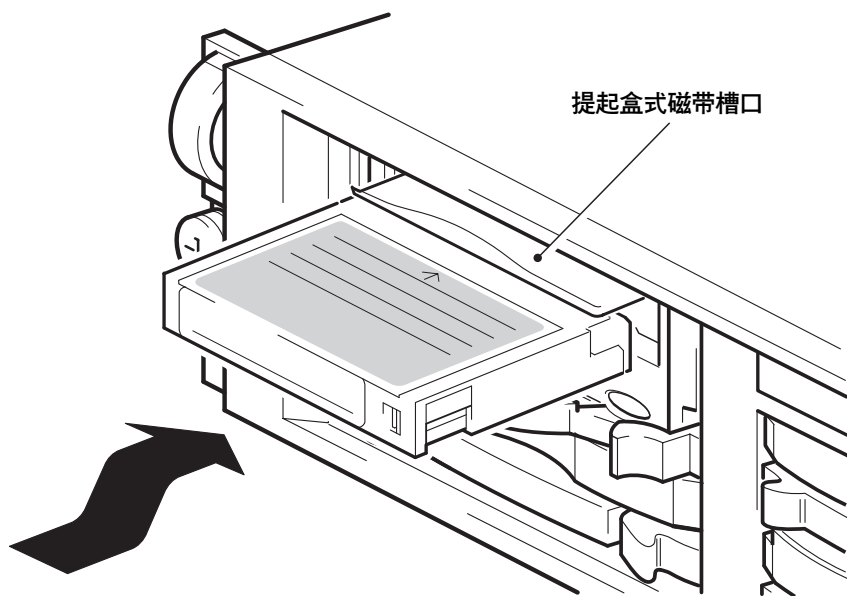

图 6a: 装入盒式磁带
- 1 提起磁带机前面的盒式磁带槽口并将盒式磁带插入到磁带机前面的插槽中，最上方的白色箭头指向磁带机槽口。轻轻推压，直到磁带机收纳磁带并将其装入。（见图 6a。）